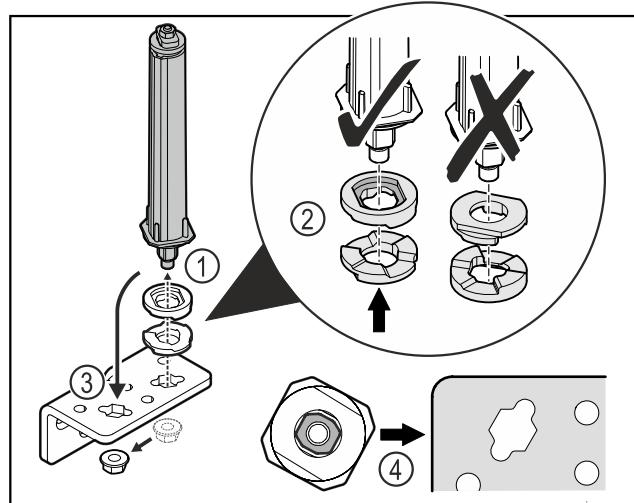

Fig. 30
- Otpustite maticu i skinite sustav zatvaranja vrata Fig. 30 (1).
- Pazite na ispravno poravnjanje pločica za namještanje visine Fig. 30 (2).
- Premjestite sustav zatvaranja vrata u kutnim šarkama i pričvrstite ga maticom Fig. 30 (3).
- Pri umetanju pazite na ispravno poravnjanje sustava zatvaranja vrata Fig. 30 (4).